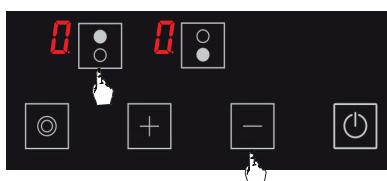

Figure 21
- 2.** Appuyez sur la touche de sélection de plaque de cuisson supérieure (**Ø**) et sur la touche moins (**-**) simultanément. (voir Fig. 21) Vous entendrez un court signal d'avertissement à ce moment-là. Puis, enlevez vos doigts du panneau de commande de la cuisinière.